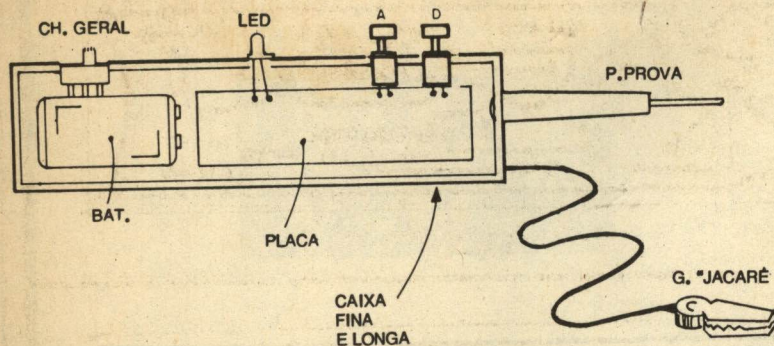

Fig.5
- **FIG. 5 - ACOMODANDO AS "COISAS" NA CAIXA DO MIARD...** - Usando-se o **container** longo e estreito, recomendado na LISTA DE PEÇAS, item OPCIONAIS/DIVERSOS, as "coisas" devem ser "enfiadas lá dentro" conforme sugere o diagrama, de modo a proporcionar uma boa acomodação, alta compactação e bom "equilíbrio" de peso na peça final... Convém "calçar" os eventuais espaços "sobrantes", dentro da caixinha, com pedaços de isopor ou espuma de **nylon**, de modo que nada fique "jogando" no